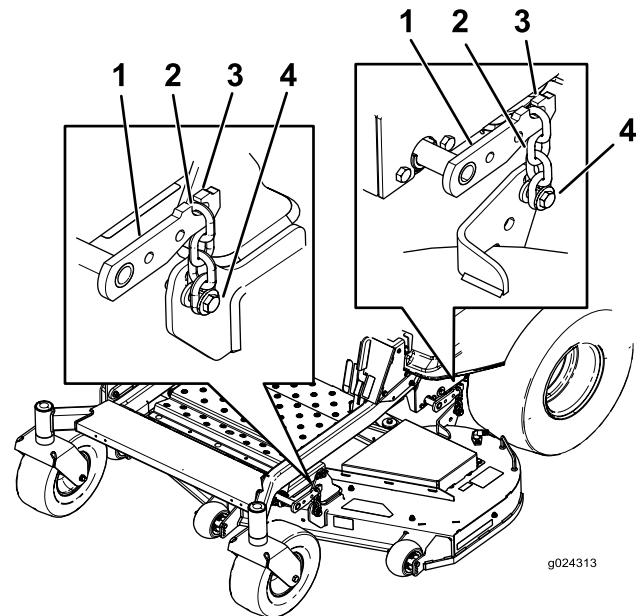

Figura 76
5. Afloje los pernos de ajuste en las cuatro esquinas, hasta que la carcasa quede bien asentada sobre los cuatro bloques (Figura 76).
6. Asegúrese de que las cuatro cadenas están tensadas (Figura 76).
7. Apriete los cuatro pernos de ajuste (Figura 76).